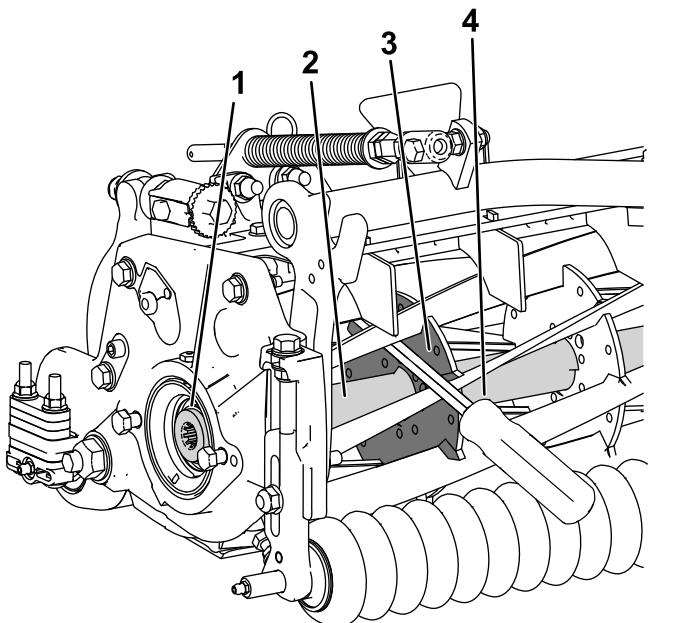

図 27
1. 長い柄のバール 9 mm x 30 cm 程度のドライバータイプのもの。握りのついているものがよいを用意する。バールは、トルク作業を行う側に近い側で、リールの下から差し込むようする図 27。
2. リール補強版の溶接側からバールを入れる図 27 と、